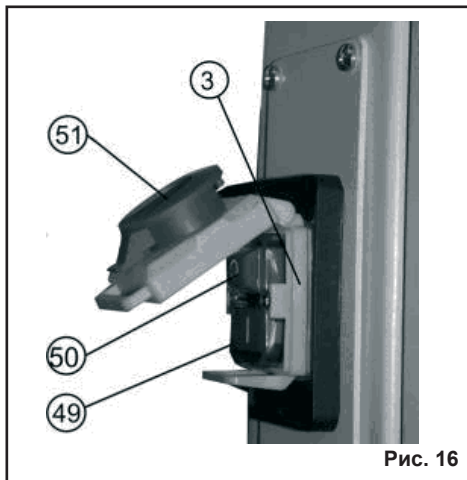

Рис. 16
12.2. Включение (Рис. 16)
12.2.2. Нажмите красную кнопку (51) и сдвиньте ее вверх, как показано стрелкой на красной кнопке (51) магнитного пускателя (3), Рис. 16.